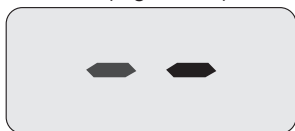
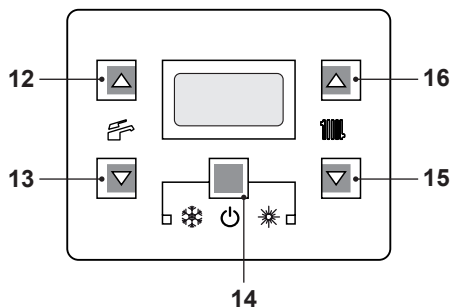

Figura 6.6
Figura 6.7
- Alimentare elettricamente la caldaia azionando l'interruttore bipolare previsto in installazione. Il display LCD visualizza il simbolo   (Figura 6.6).
- Tenere premuto per 2 secondi il tasto 14 fino a far apparire sul display entrambe i simboli  e , Figura 6.7.
- Spegner la caldaia tenendo premuto per 2 secondi il tasto 14 (Figura 6.7) fino a far apparire sul display LCD il simbolo  (Figura 6.6).